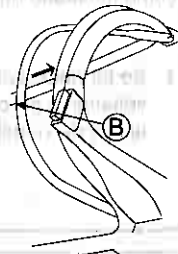

Fig. 18.
4 Puxe a alavanca da embraiagem da tração (B) para si para iniciar o corte da relva. (Veja a fig. 18.)